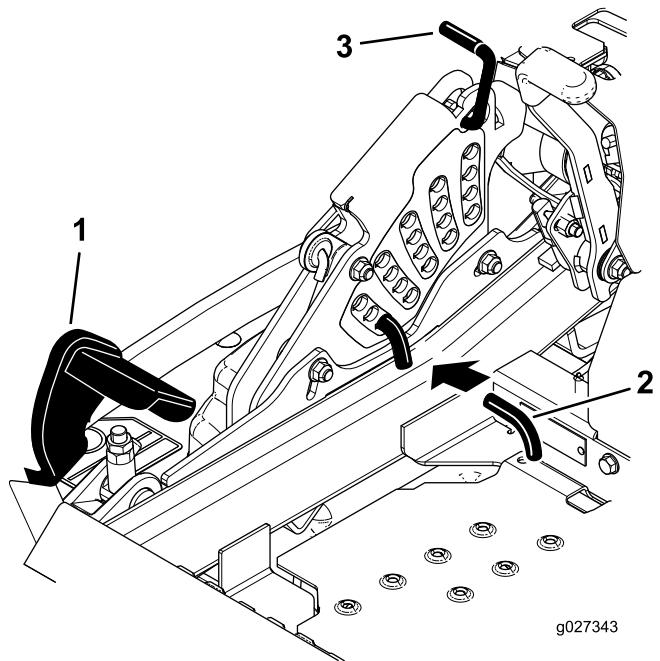

Figura 26
2. Pise el pedal de elevación de la carcasa y eleve la carcasa a la posición de transporte (que es también la posición de altura de corte de 140 mm [5½"]) como se muestra en Figura 26.
3. Para ajustar la altura de corte, gire el pasador 90 grados y retire el pasador del soporte de altura de corte (Figura 26).
4. Seleccione el orificio del soporte de altura de corte que corresponde a la altura de corte deseada, e inserte el pasador (Figura 26).